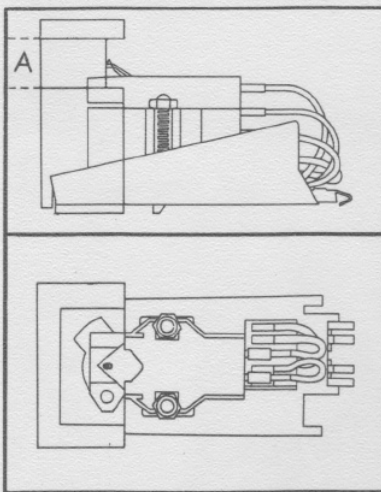

Fig. 14
3. Le montage de la cellule est correcte lorsque la pointe de lecture se trouve bien au centre de l'encoche du gabarit de montage et que, verticalement, la pointe de lecture se trouve à l'intérieur d'une plage (A) (fig. 14).